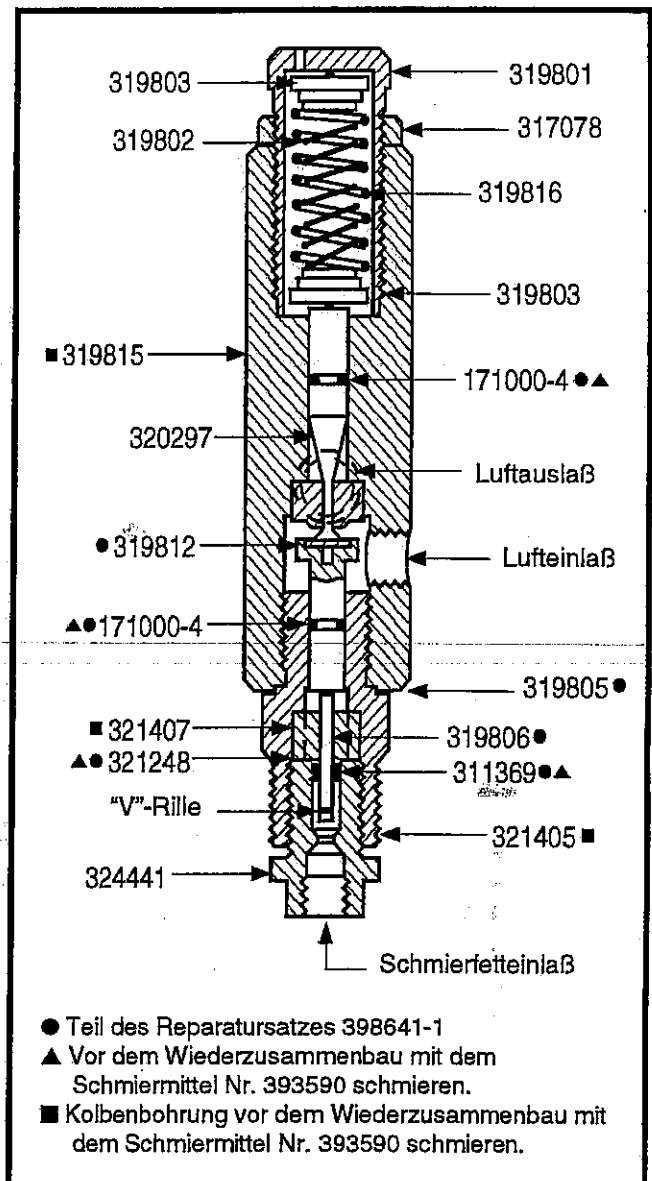

Abbildung 6: Pressurtrö-Einheit 319800-1
(Abbildung 6)
**HINWEIS:** Beim Wiederzusammenbau müssen die "V"-Rille auf der Stange 319806 und die "V"-Ausparung der Packung auf den Schmierbleitende zeigen. (Abbildung 6)
### 398641-1 Zur Verwendung mit dem Pressurtrol (Abbildung 6)